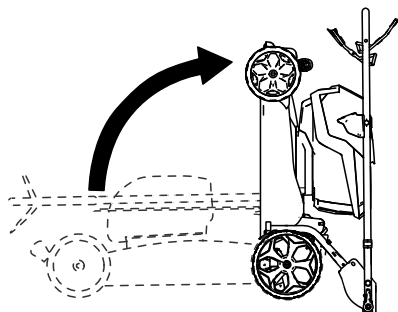

Figura 20
5. Pliați mânerul în faă, către poziția înainte completă, așa cum este ilustrat în Figura 20.
6. Ridicați partea frontală a mainii cu ajutorul mânerului și mutați-o într-un spațiu de depozitare (Figura 20).